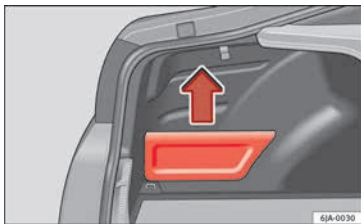

Abb. 160 Gepäckraum: Ablagefach
- Greifen Sie die Abdeckung an der Oberseite und ziehen Sie sie in Pfeilrichtung ab » **Abb. 160**.